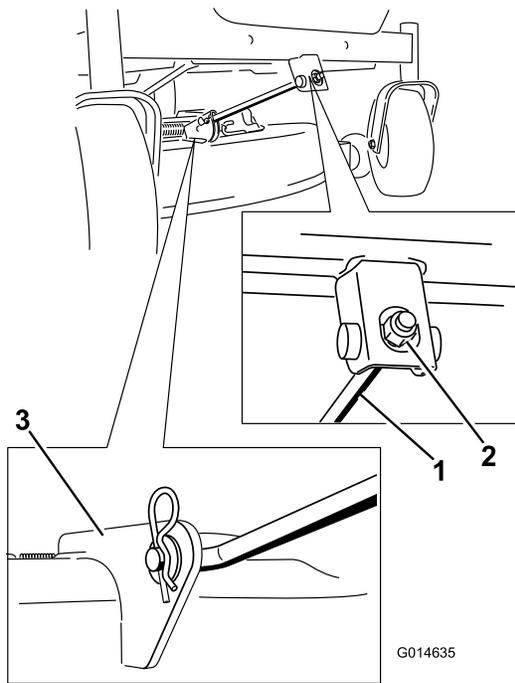

Figure 56
- Retirez la goupille fendue de la tige de support avant et déposez la tige du support de tablier (Figure 56). Abaissez doucement l'avant du tablier de coupe au sol.
- Fixez la tige de support avant au tablier de coupe à l'aide de l'axe de chape et de la goupille fendue (Figure 56).